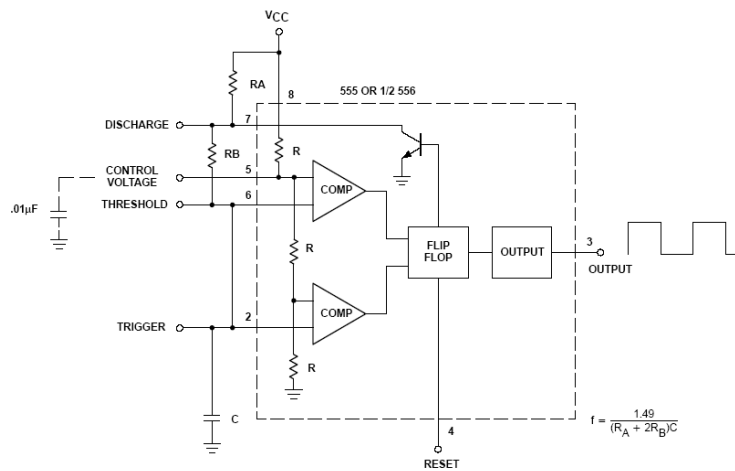

Figura 3: Multivibrador astável.
Na *Figura 2* vemos o circuito conectado de modo a operar como um multivibrador monoestável. Observe a ligação entre os pinos 2 e 6. No modo de operação astável, *Figura 3*, C se carga através de R_A e R_B e se descarga apenas através de R_B . Desta forma o ciclo de trabalho pode se determinado através da escolha dos valores R_A , R_B e de C. Neste modo de operação C se carga e descarga entre $V_{cc}/2$ e $2V_{cc}/3$. Deve ser observado que os tempos de carga e descarga, portanto a freqüência de operação, são independentes da tensão de alimentação e estão dados pelas seguintes equações:
- 4.1. Utilizando o circuito multivibrador da *Figura 3* projete o circuito astável para uma frequência de 74 kHz, aproximadamente. O tempo em que a forma de onda de saída, pino 3, permanece em baixo (zero volts) deve ser próximo de 2,5 μ s.